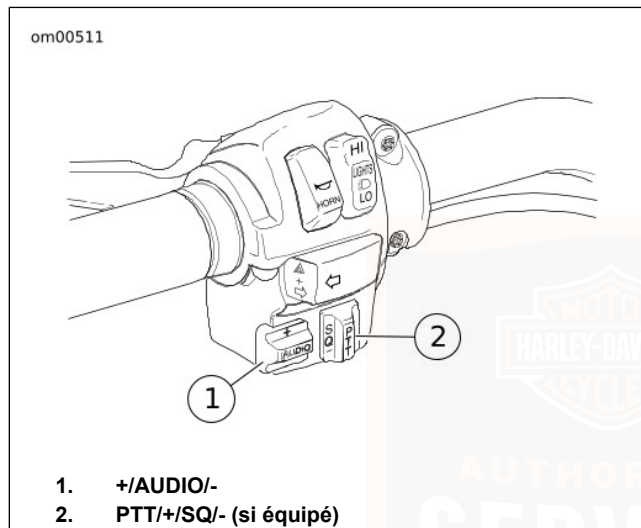

Figure 32. Commandes audio gauches (typique)
2. **Réglage du volume** : Voir Figure 32. Ajuster le volume avec le commutateur de commande **AUDIO** (1) situé sur la poignée gauche. Enfoncer le commutateur de commande **AUDIO** vers le haut (+) pour augmenter le volume ou vers le bas (-) pour diminuer le volume.
3. **Accord manuel** : Maintenir enfoncée la **flèche du haut** ou la **flèche du bas** jusqu'à ce que la fréquence radio souhaitée soit affichée dans l'écran à cristaux liquides (8).
2. **Transmission** : Maintenir enfoncé le commutateur PTT du conducteur (Figure 32) ou le commutateur PTT du passager (Figure 39) pour transmettre. Pour terminer la transmission, relâcher le commutateur **PTT**.
3. **Transmission** : Maintenir enfoncé le commutateur PTT du conducteur (Figure 32) ou le commutateur PTT du passager (Figure 39) pour transmettre. Pour terminer la transmission, relâcher le commutateur **PTT**.
Voir Figure 32. Sur les modèles équipés de la radio bande publique (CB), un commutateur Pousser-pour-parler (**PTT**) et de commutateur de réglage de silencieux (**+/SQ/-**) est situé sur l'ensemble de commutateur inférieur de gauche du guidon.
AUDIO : Voir Figure 32. Appuyer sur le commutateur de commande **AUDIO** pour accéder au menu Audio/Setup (audio/réglage) de l'affichage à cristaux liquides. Appuyer sur **AUDIO** et relâcher ou appuyer sur la touche programmable pour basculer vers la fonction affichée suivante dans la progression de Bass (graves), à Treble (aigus), à Fade (équilibreur), à Display (affichage), à Volume puis à AVC (commande automatique de volume).